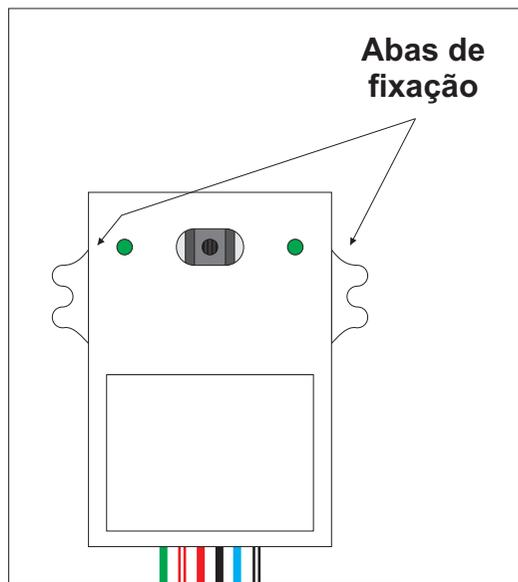

Figura 4
- Fixe a Unidade acionadora na superfície desejada através de 2 parafusos (não fornecidos) utilizando as Abas de fixação (Figura 4).